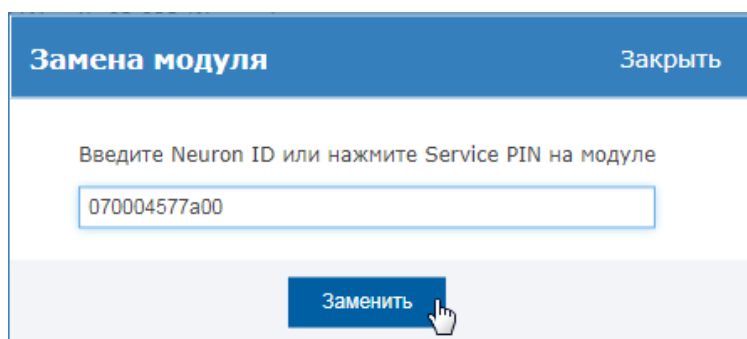

Рисунок 9.52 — Окно замены LON-модуля
4. В отобразившемся окне (рисунок 9.52) введите вручную Neuron ID или нажмите на кнопку **Service pin** на плате (аналогично процедуре добавления модуля, раздел Добавление M2/МДС). Нажмите на кнопку **Заменить**.